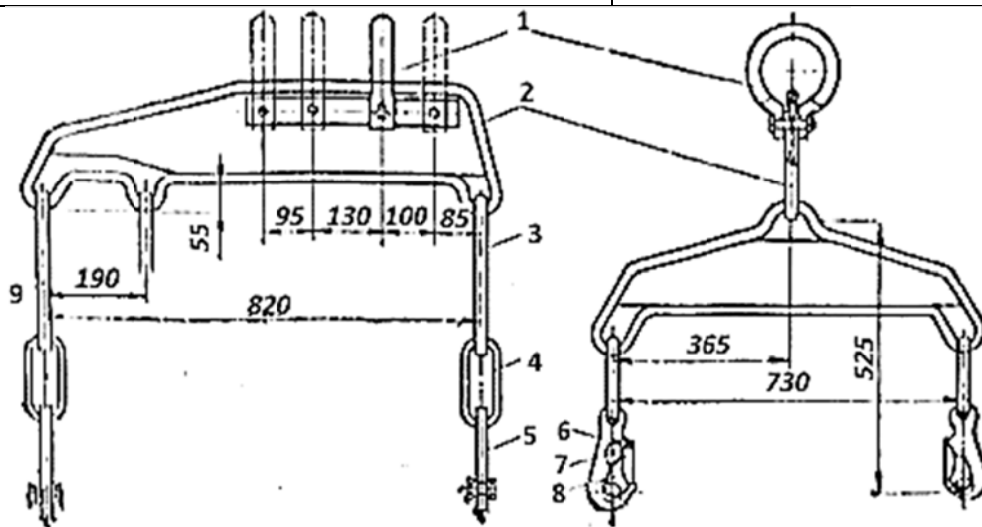

Рис. 5.5. Приспособление для транспортирования двигателя:
30. Зацепить крюки 5 (рис. 5.5) для транспортирования двигателя за болты-рымы и вывесить двигатель над рамой так, чтобы коробка передач имела наклон вниз	Кран-стрела, приспособление для транспортирования двигателя, лом, лопатка монтажная
<p>38. Зачалить двигатель с коробкой передач в сборе с помощью приспособления (рис. 5.5) за болты-рымы и вывесить его над рамой</p>	Кран-стрела, приспособление для транспортирования двигателя